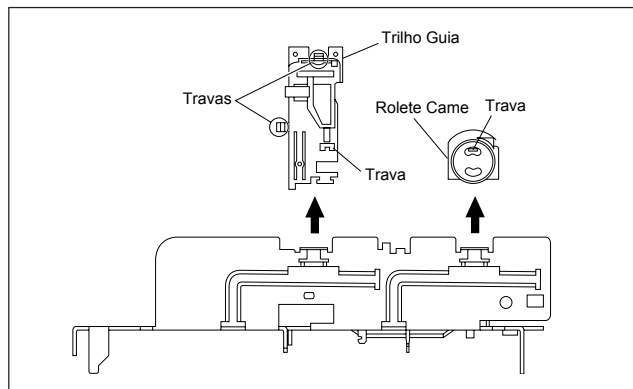

Fig.2-2-3a
- (1) Remova o trilho guia e o rolete do came. (Veja Fig.2-2-3a.)